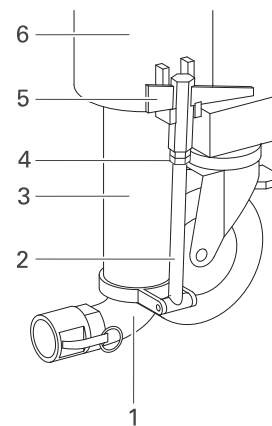

Рис. 13:
- соблюдайте правила монтажа статора (рис. 13, 3) и правильно установите ротор
- закрепите тягу с одной стороны (Рис. 13, 2) за смесительную трубу насоса (Рис. 13, 6)
- установите статор с соответствующим ротором (винтовой насос) на наконечник насоса (Рис. 13, 1), не допуская перекашивания ротора и статора
- с помощью натяжного клина (Рис. 13, 5) закрепите винтовой насос, включая наконечник насоса; если Шнековый насос сидит не достаточно плотно, ослабьте контргайку тяги (Рис. 13, 4), затяните натяжную гайку и снова закрепите контргайкой.